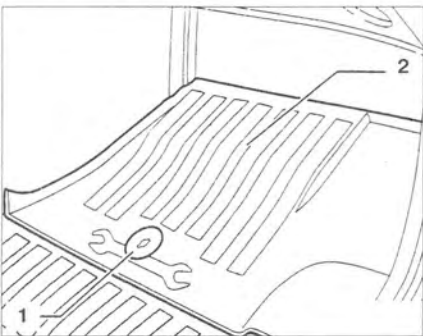

Рис. 10.42. Поверните винт **1** и снимите крышку **2** с пола со стороны пассажира.
24. Поверните винт **1** и снимите крышку **2** с пола со стороны пассажира (рис. 10.42).